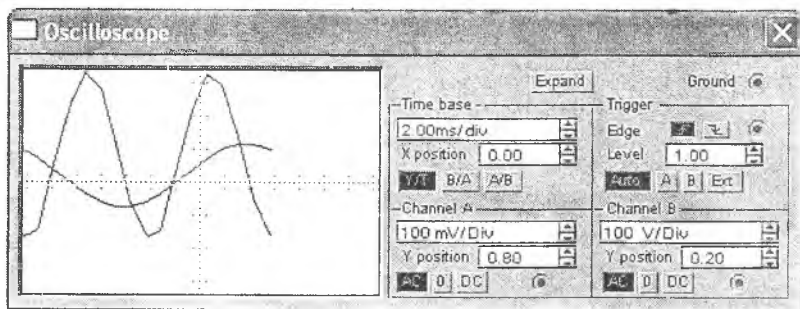

Рис. 7. Осциллограф в Workbench
7. Для просмотра осциллограммы нужно два раза нажать на изображение осциллографа (рис. 7).